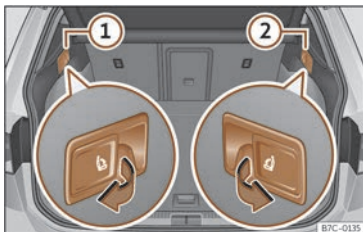

Fig. 77 En el maletero: palancas para desbloqueo del respaldo trasero.
- Tire de la palanca de desbloqueo a distancia de la parte izquierda >>> **fig. 77** ① o derecha ② del respaldo en el sentido de la flecha. La parte desbloqueada del respaldo trasero se abate automáticamente hacia delante.